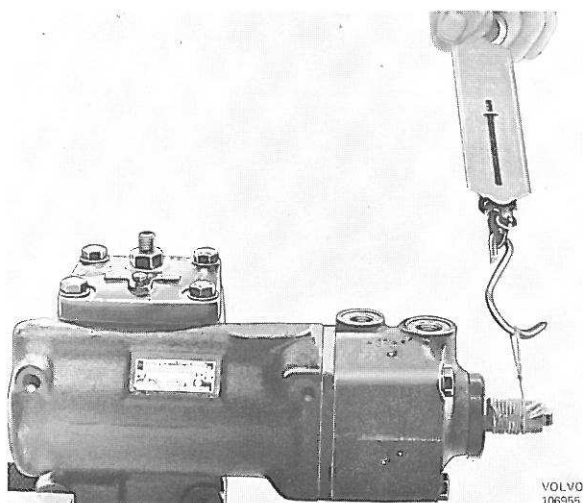

Figure 110. Contrôle du couple de rotation.
14. Monter la bague d'étanchéité en se servant de l'outil 4028. Poser le jonc de verrouillage (1) en place. Enlever le ruban adhésif.
15. Tourner la tige de commande de direction jusqu'à l'une des positions extrêmes. Contrôler le couple de rotation nécessaire à environ 1/2 tour de la position terminale, figure 110. Placer la tige de commande de direction en position centrale.